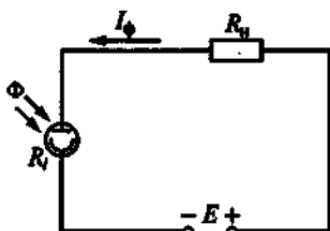

Рис. 187
7.35. Каково соотношение между сопротивлением нагрузки R_n и внутренним сопротивлением R_f фотоэлемента с внешним фотоэффектом на рис. 187 при больших значениях светового потока Φ ?